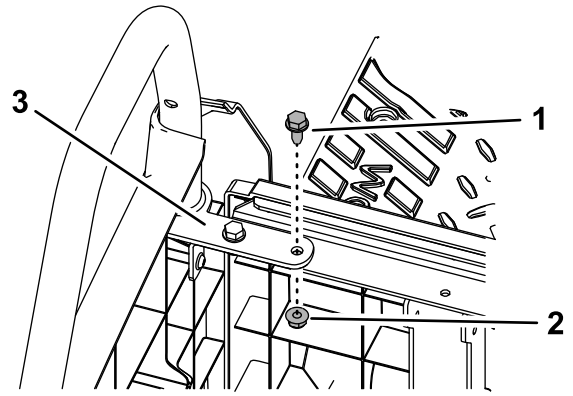

Figura 3
3. Retire el perno interior (5/16" x 3/4") y la tuerca (5/16") de los soportes izquierdo y derecho de las barras de seguridad traseras (Figura 3).